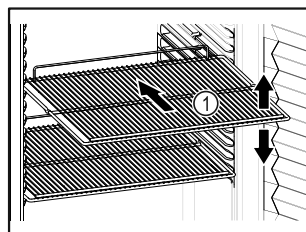

Fig. 57 Représentation à titre d'exemple
- Lorsque les grilles de support Fig. 57 (1) peuvent être déplacées, changez leur position en fonction de la hauteur des aliments.